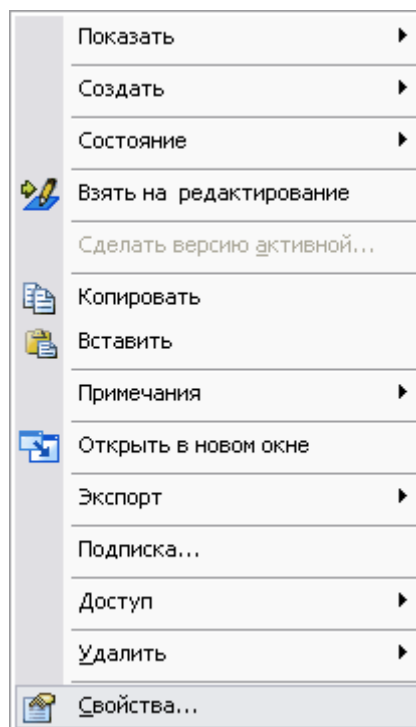

Рис. 186
2. Откройте окно свойств декомпозированного процесса, выбрав в его контекстном меню пункт **Свойства** (Рис. 186).